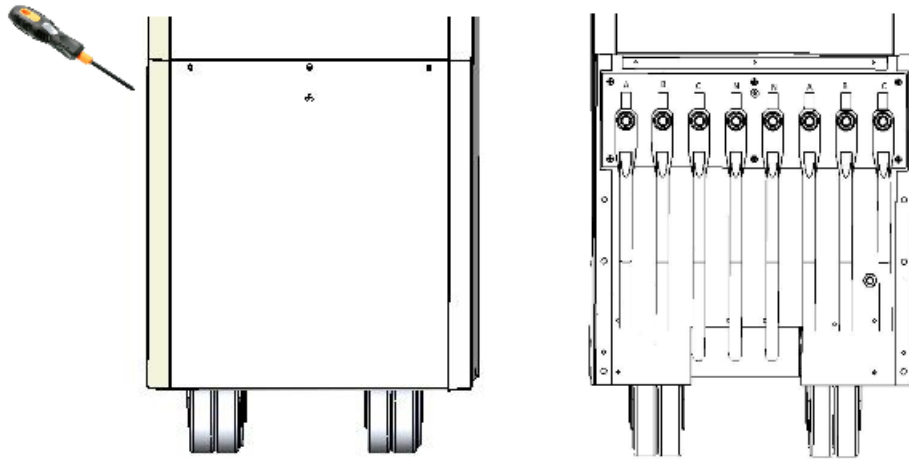

Рисунок 6. Схема зняття захисної кришки зверху корпусу стабілізатора
2. За допомогою викрутки відкрити гвинти кріплення кришки корпусу з передньої частини стабілізатора для доступу до клемної колодки (див. Рисунок 6).